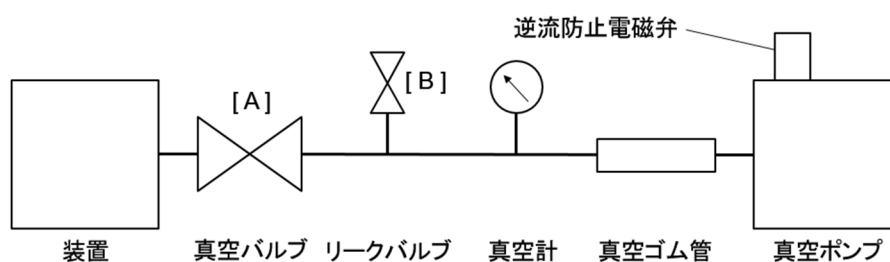
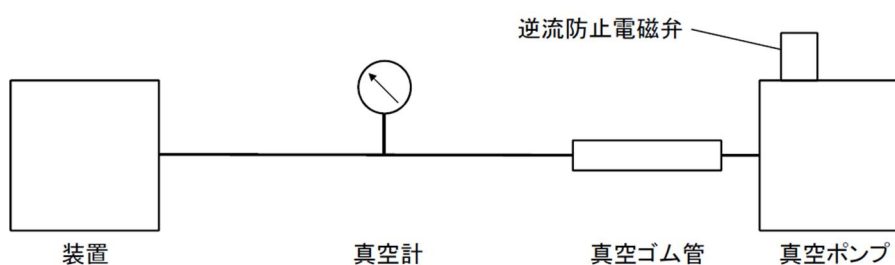

図 14 装置との接続図 1(PVD-180B, PVD-360B)
図 15 装置との接続図 2(PVD-180B, PVD-360B)
- (5) PVD-180B、PVD-360B は、**図 14**、**図 15** のような接続が可能です。**図 14** の場合、PVD-180、PVD-360 と同じ接続です。**図 15** の場合、逆流防止電磁弁により装置を真空状態に保ちます。オイルが装置に逆流することはありませんが、装置内の圧力は通常 1 日程度で大気圧に戻ります。